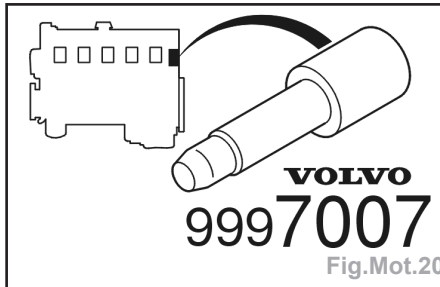

Fig.Mot.20
- Monter l'outil de réglage **999 7007** d'arbre à cames (Fig.Mot.20).